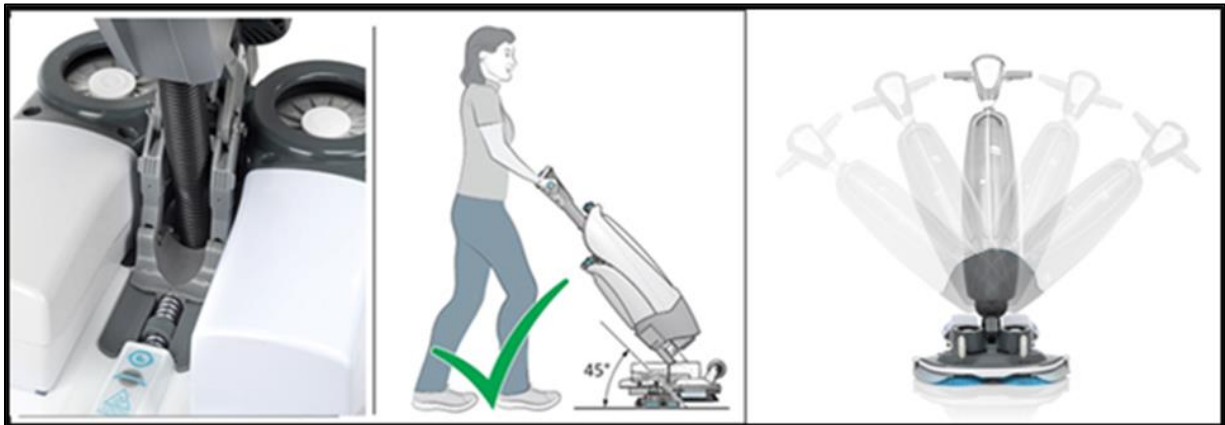

Figura 23b
1. Aparcar con el i-balancer_ (figura 23b)